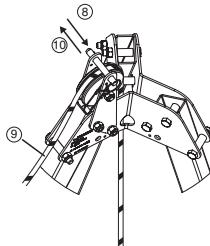

Fig. 10
8. Retirer la broche à bille se trouvant au dessus de la poulie de renvoi en haut du trépied tracpod (Fig. 10, 8).
9. Passer la drisse de l'appareil derope™ autours de la poulie de renvoi (Fig. 10, 9).
10. Remettre en place la broche à bille afin d'empêcher la drisse de sortir de la poulie de renvoi (Fig. 10, 10).